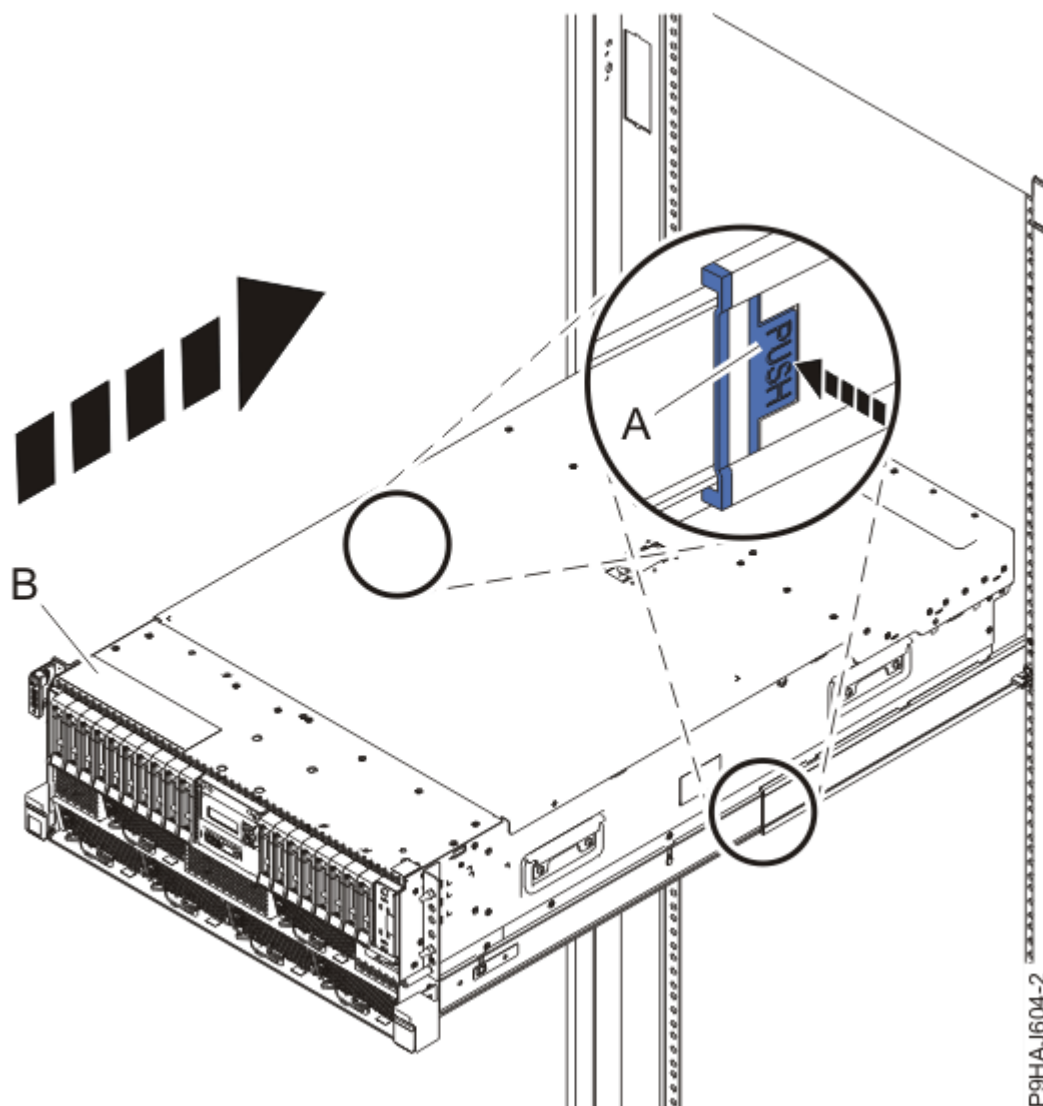

Figure 17. Mise en position de fonctionnement du système
3. Pour un système monté en armoire, déverrouillez les loquets de sécurité bleus **(A)** en les poussant vers l'intérieur, comme illustré dans la Figure 17, à la page 24.